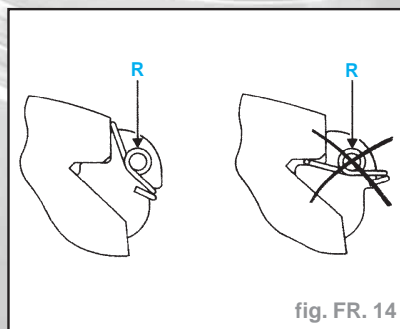

fig. FR. 14
**Nota** : Pour mettre en place l'outil, si nécessaire, dévisser la vis de fixation de la colonne primaire (B).
**Attention** : Il est **IMPÉRATIF** de bien positionner les ressorts latéraux (R) (fig. FR. 14).